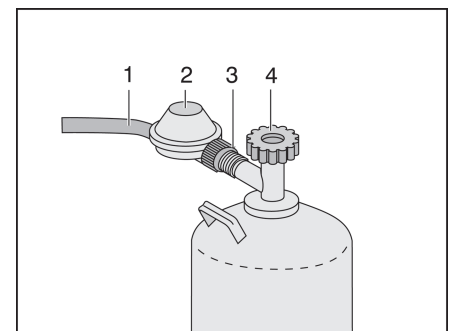

Fig. 66 Raccordo bombola del gas
- Aprire lo sportello (Fig. 66,4) del vano portabombole.
- Chiudere la valvola principale di arresto (Fig. 66,4) della bombola del gas. Osservare la direzione della freccia.
- Tenere fermo il regolatore della pressione del gas (Fig. 66,2) e svitare il dado zigrinato (Fig. 66,3) (filettatura sinistrorsa).
- Rimuovere il regolatore della pressione del gas con il tubo del gas (Fig. 66,1).
- Applicare il regolatore della pressione del gas (Fig. 66,2) con il tubo del gas (Fig. 66,1) sulla bombola del gas e serrare a mano il dado zigrinato (Fig. 66,3) (filettatura sinistrorsa).